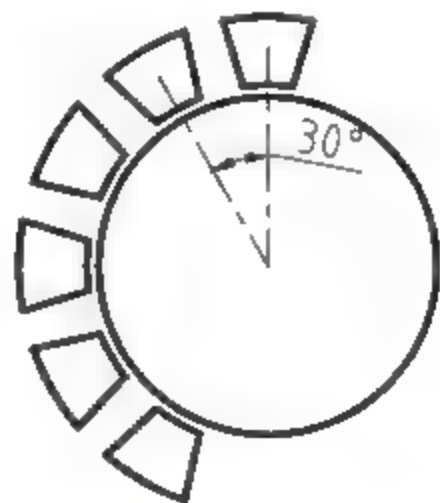

图4-54 指定项目间角度
- 项目间角度(A): 设置相邻的项目间的角度,操作结果如图4-54所示 命令行操作如下